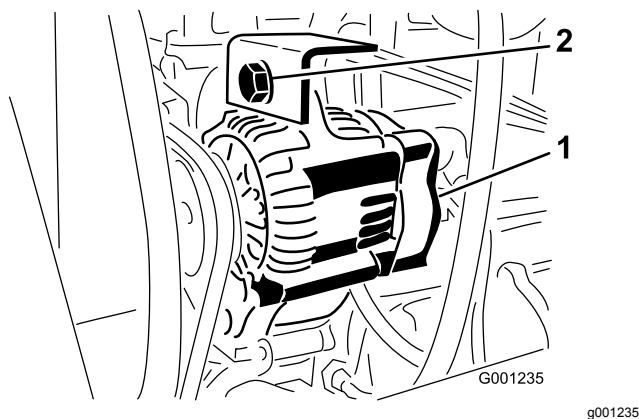

Bild 72
2. Lösen Sie die Befestigungsschraube der Lichtmaschine (Bild 72).
3. Erhöhen oder verringern Sie die Spannung des Lichtmaschinenriemens und ziehen Sie die Schraube wieder (Bild 72) fest.